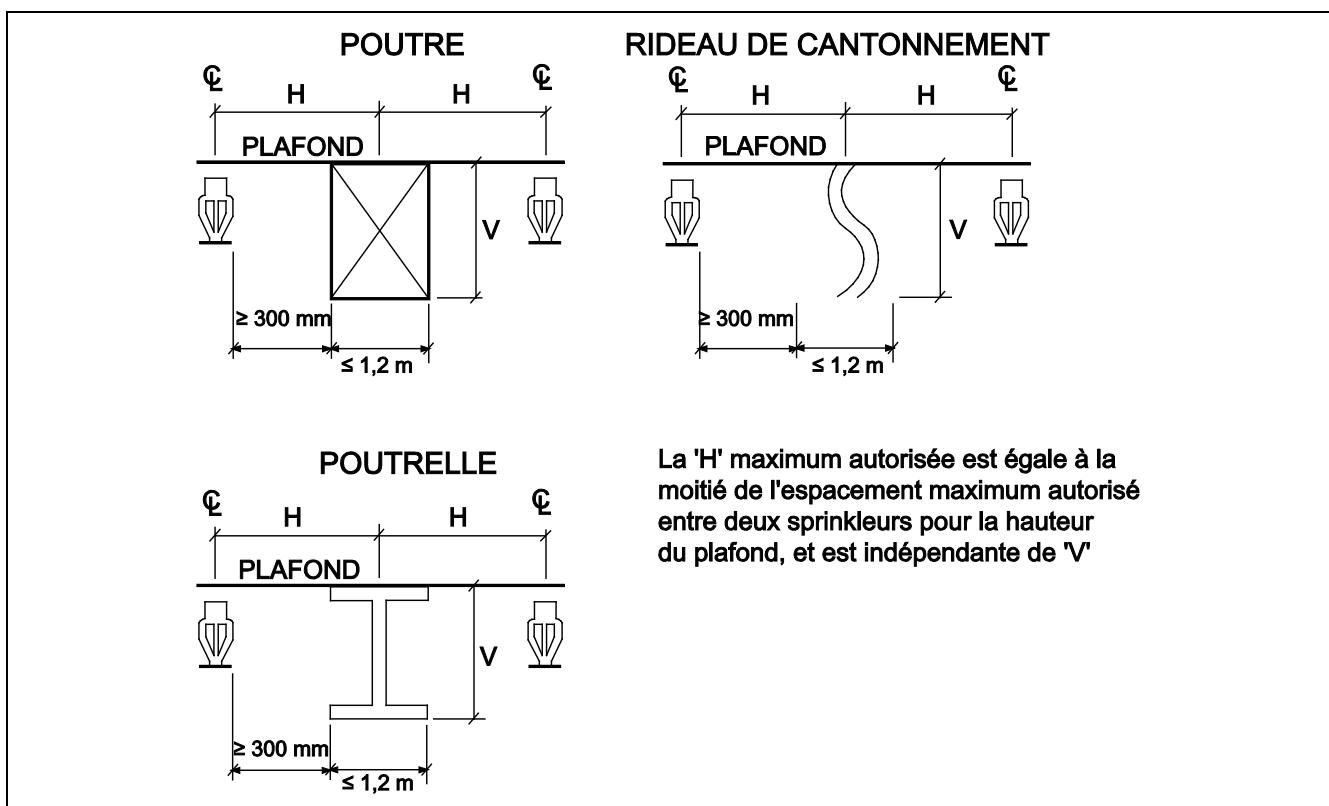

Fig. 10. Sprinkleurs supplémentaires installés pour réduire l'obstruction au profil de distribution par des objets pleins en toiture.
- (b) Installer les sprinkleurs des deux côtés de l'obstruction à des distances horizontales égales, soit 300 mm minimum, comme le montre la Figure 10.